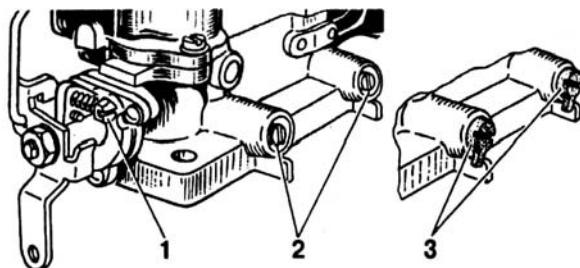

Рис. 7.7. Регулировочные винты карбюратора:
- завернуть винты 2 (рис.7.7) состава смеси (винты качества) до упора, но не слишком туго, затем отвернуть каждый из них на три оборота;
После окончания регулировки на винты 2 качества смеси установить ограничительные колпачки 3, как показано на рис. 7.7.